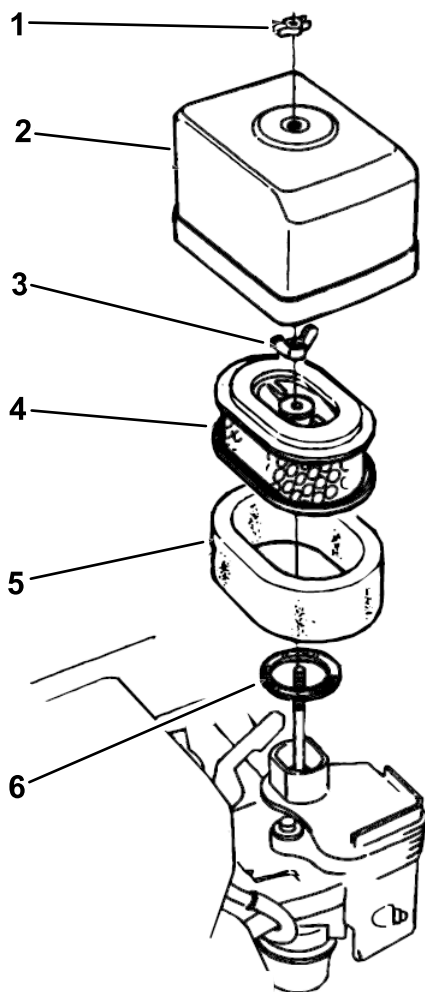

Figura 19
2. Retire la tuerca de orejeta que sujeta la tapa del limpiador de aire al limpiador de aire, y retire la tapa. Limpie la tapa a fondo (Figura 19).
3. Retire la tuerca de orejeta del filtro de aire, y retire el filtro (Figura 19).
4. Retire el filtro de gomaespuma del filtro de papel (Figura 19).